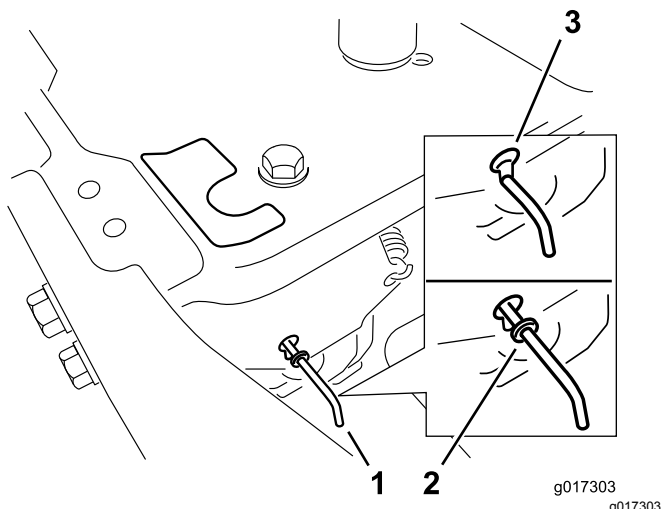

Figure 22
- Déplacez les leviers de dérivation en avant dans l'encoche en trou de serrure, puis vers le bas pour les verrouiller en position (Figure 22).
Déplacez les leviers de dérivation en arrière dans l'encoche en trou de serrure, puis vers le bas pour les verrouiller en position, comme montré à la Figure 22.